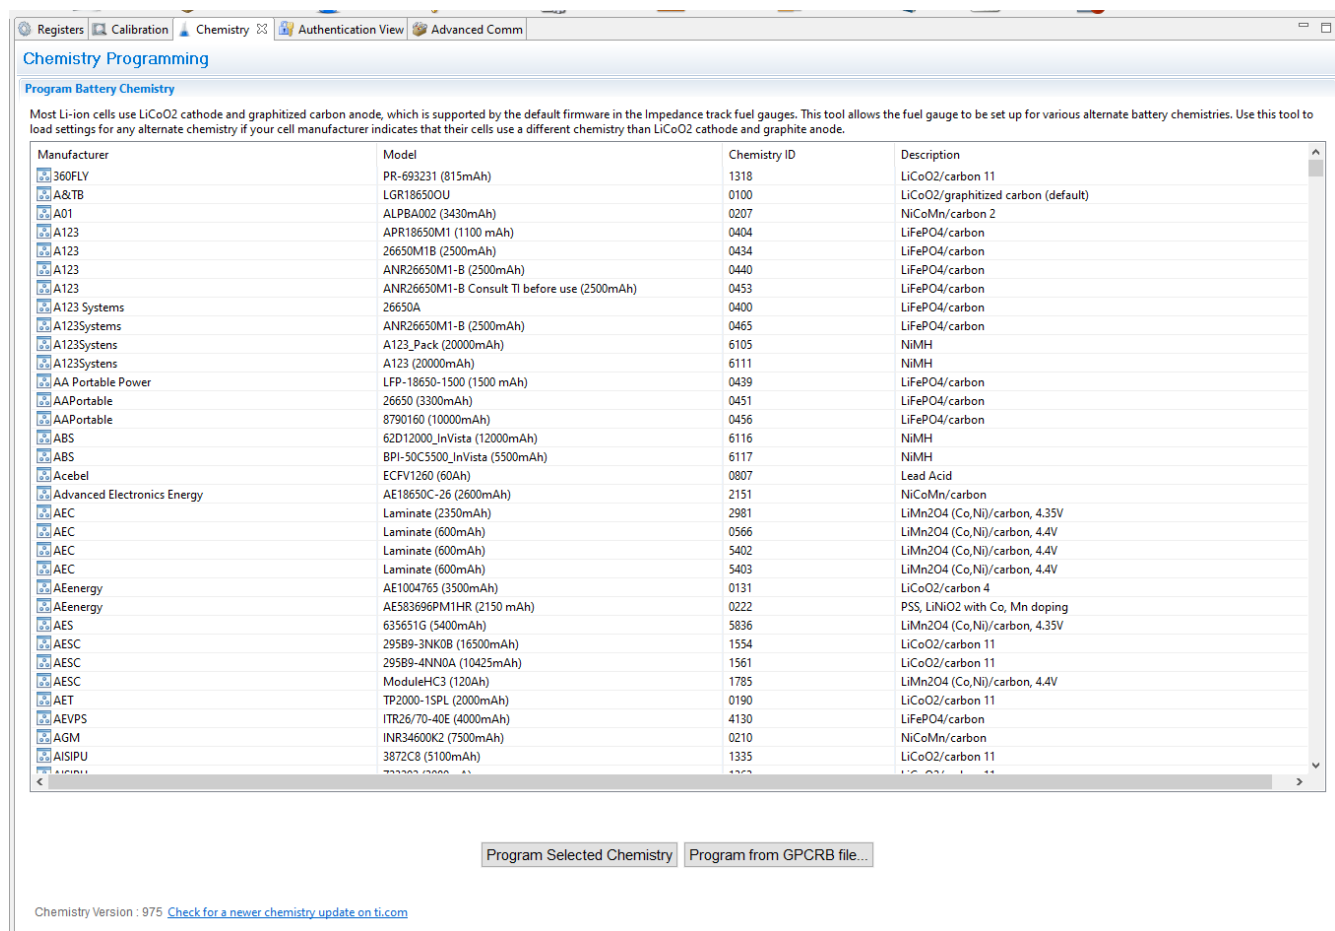

图 1-8. 化学成分屏幕
- 选择表格中与电芯匹配的 ChemID (参阅图 1-8)。